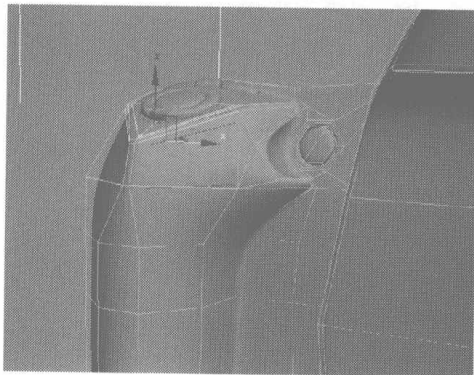

图 6.133
- 01 切换为边线编辑，选择如图 6.133 所示的边线，用 Connect 命令为其添加一条细分线，划分出要制作前滚轮的区域。